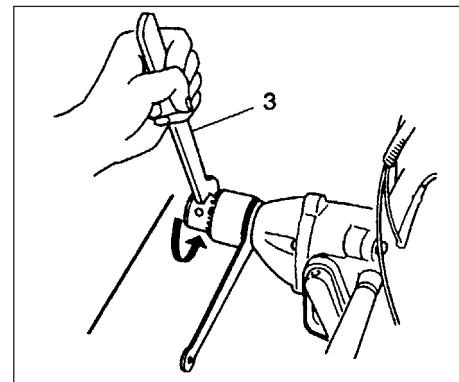

Fig. 2-7
- Nota! utilizzare una chiave di montaggio del mandrino (3) al posto dell'impugnatura del mandrino e serrare o allentare manualmente invece di colpire. Non colpire la chiave di montaggio del mandrino. (Fig. 2-7, 7B).